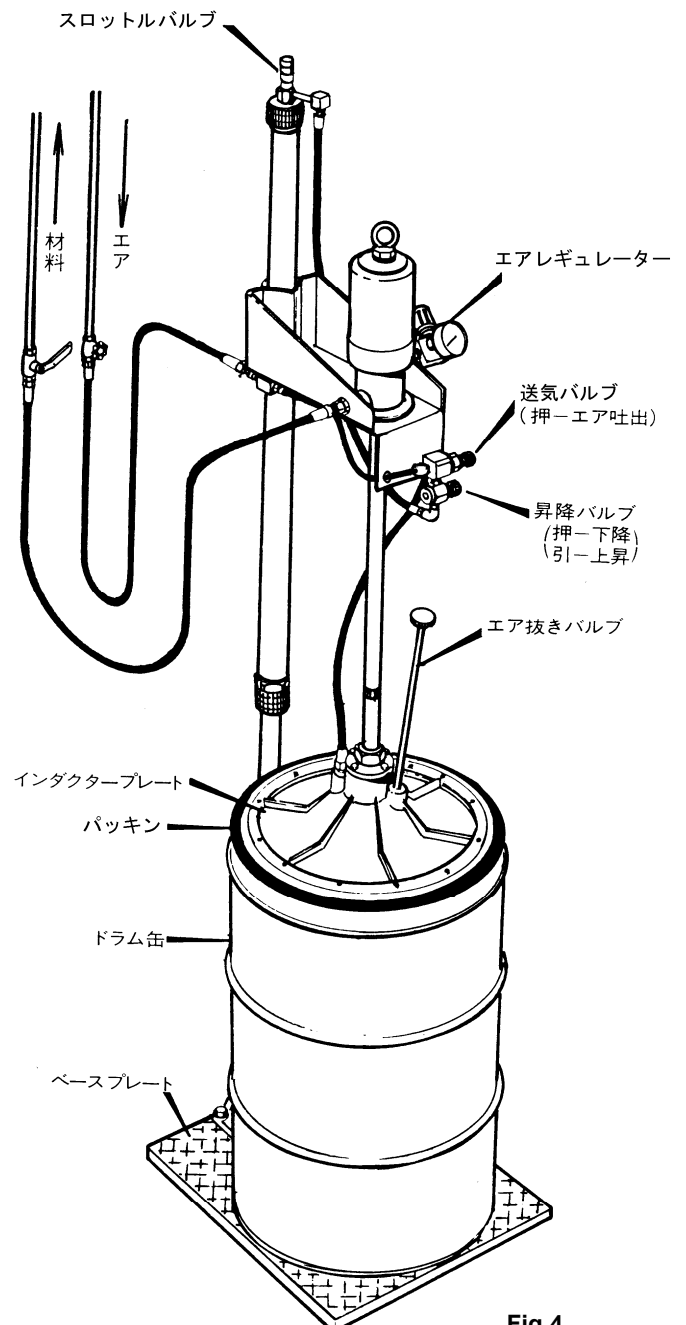

Fig.4
工場出荷時、スロットルバルブは全閉になっております。スロットルバルブを徐々に開き、リフトの昇降速度を調整してください。（Fig.4）
- 2) インダクタープレートエア抜きバルブをねじ戻して取外します。（Fig.4）